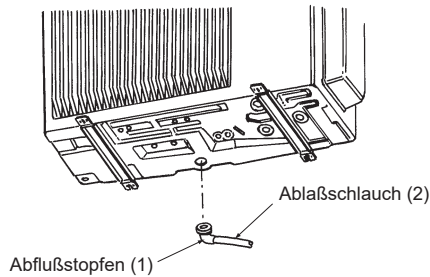

Abb. 4-1
4. Abflußrohr für Außeneinheit (Abb. 4-1)